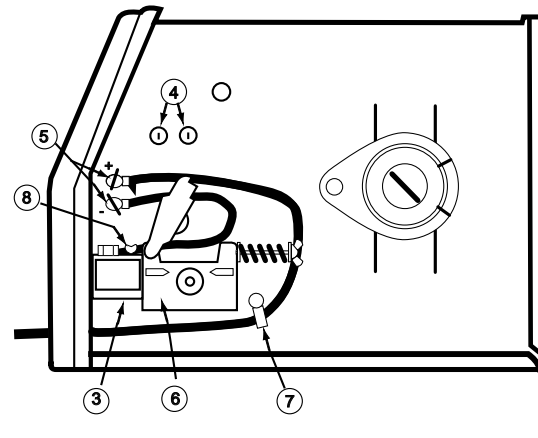

FIGURA 1
1. Abra la puerta de la sección de alimentación de alambre en el lado derecho de la WELD-PAK y vea la figura 1.
2. Pase el extremo del cable de trabajo que tiene el terminal de conexión con el orificio más pequeño, a través del Orificio de Acceso del Cable de Trabajo (1) en el frente del gabinete.
3. Enrute el cable por debajo y alrededor de la parte posterior de la Caja de Engranajes de Alimentación de Alambre (6).
4. **Únicamente para Innershield:** La WELD-PAK viene conectada a una polaridad de electrodo negativo. Para terminar la instalación, utilice la tuerca mariposa que se proporciona, a fin de conectar la terminal de conexión del cable de trabajo a la terminal (5) de salida positiva (+) que se localiza arriba de la Caja de Engranajes de Alimentación de Alambre (6). Asegúrese de que ambas tuercas mariposa estén apretadas.
1. Consulte la Figura 1. Desconecte la máquina o coloque el interruptor de encendido en la posición "O" (apagado).
2. Pase una por una las puntas aisladas de los cables de control del gatillo de la antorcha, a través de la Ranura de Acceso del Cable de Control y del Cable de la Antorcha (2) en el frente del gabinete. Los cables deberán pasar por debajo de la Caja de Engranajes de Alimentación de Alambre (6) y a través del Sujetador de Cable (7) en el panel interno.
3. Inserte el conector del cable conductor de la antorcha a través del Orificio de Acceso del Cable de la Antorcha (2), en el frente del gabinete de la WELD-PAK. Asegúrese de que el conector entre totalmente en el bloque conector de latón. Si el conector de la antorcha no entra por completo, desenrosque un poco el tornillo mariposa del bloque conector. Gire el conector para que los cables de control queden abajo, y apriete el Tornillo Mariposa (8) del bloque conductor.
4. Conecte las terminales del cable de control del gatillo de la antorcha a los dos conectores aislados de 6,4 mm (1/4"), que se localizan arriba de la etiqueta "Gun Trigger Connection" (Conexión del Gatillo de la Antorcha) en la sección de alimentación de alambre (4). Cualquier cable puede ir en cualquier conector. Acomode los cables lo más cerca posible del panel interno.